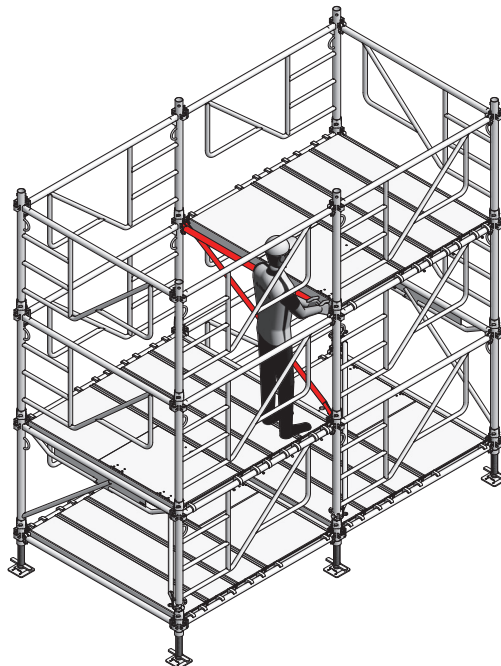

Abb. 18.3
18. Die Aussteifung zwischen den Türmen (Abb. 18.3) einbauen.